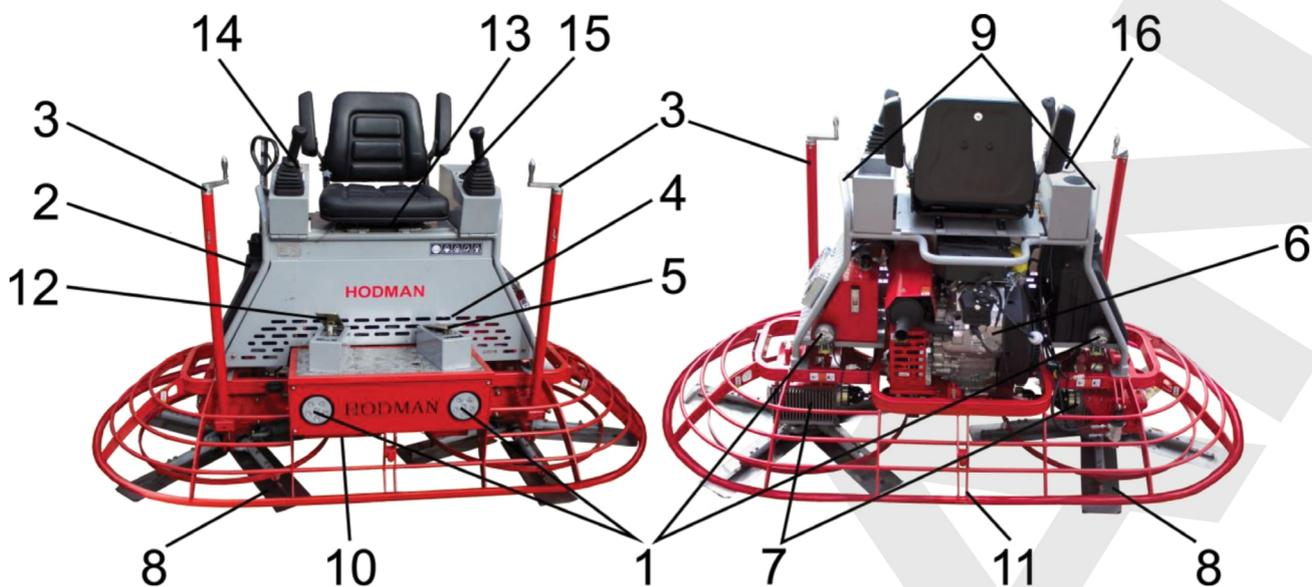

Рис.1
4. Надавить на педаль газа (Рис.1 поз. 15) для начала работы.